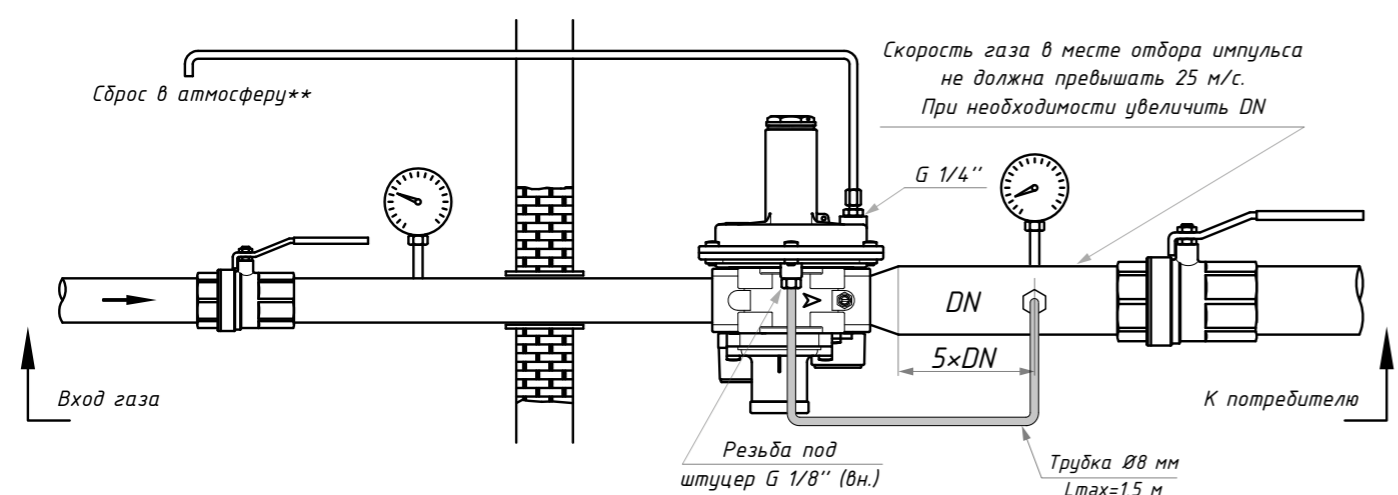

Рис. 9
- Он может быть установлен в любом положении, даже если установка предпочтительнее, как в 6.4 (пример монтажа). На регуляторе со стороны выхода имеется золотник отбора давления (23) для удобства выполнения настройки параметров работы регулятора;
- В версиях СТАНДАРТ для получения расхода газа более 30 нм3/ч необходимо подключить внешнюю импульсную линию в регулятор с разъемом G 1/8" (см. Схему монтажа рис. 9). Для этого необходимо снять заглушку (30) (см. рис. 4);
- Вывести трубу сброса от сбросного клапана (как показано в 4.6) в атмосферу согласно действующим нормам правилам, сняв пылезащитный колпачок (25);